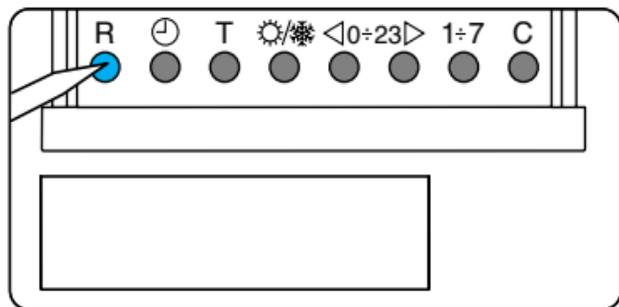

Fig. 71
14.2 - Premere il pulsante **R** (fig. 71).
Qualora le indicazioni sul display non dovessero comparire entro 30 secondi, premere il pulsante di reset R (fig. 71).